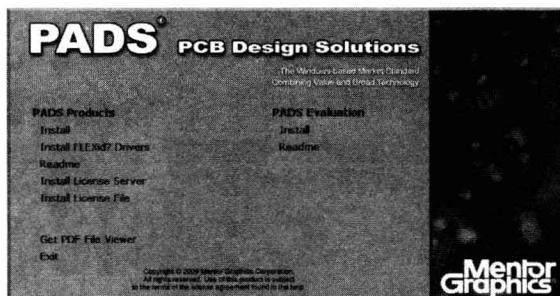

图 1-1 PADS 系列产品安装选择窗口
(1) 从 Mentor 官方网站申请 PADS9.0 Evaluation Software 及 Activation Code。打开下载的 PADS9.0\_eval 文件夹，双击 autorun.exe，弹出如图 1-1 所示窗口。
(1) 将安装盘放入到光驱中, 自动运行, 弹出如图 1-1 所示窗口。在“PADS Products”下單击按钮 , 会弹出安装信息和提示关闭杀毒软件, 如图 1-7 所示。